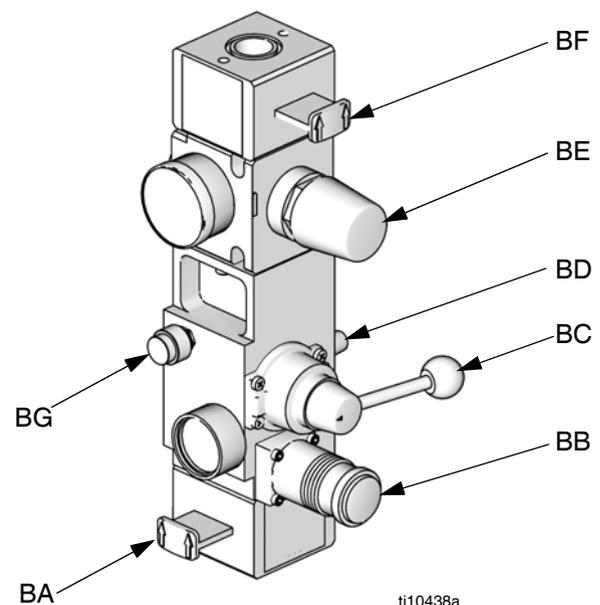

FIG. 4. Comandi pneumatici integrati
- J Comandi pneumatici integrati (vedere la FIG. 4)
- Comandi pneumatici integrati (J). Vedere la FIG. 4.
- Solenoide del motore pneumatico (AD). Il solenoide è attivato quando il pistone scelto è in funzione e in modalità di esecuzione, ricircolo o adescamento. Il solenoide è disattivato quando il sistema è spento, quando è in modalità di depressurizzazione o quando il pistone è pronto in modalità inattiva. Il LED del solenoide si illuminerà quando il solenoide è attivo.